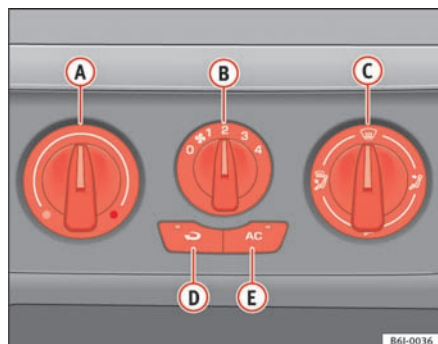

Fig. 84 På instrumentpanelet: betjeningselementer til varmeanlæg
- Du kan indstille temperatur, luftfordeling og blæsertrind ved hjælp af kontakterne ⇒ fig. 84 (A), (C) og (B).
- Tryk på knappen (D) for at aktivere eller deaktivere recirkulationsfunktionen. Når du har aktiveret recirkulationen, lyser en lampe i knappen.